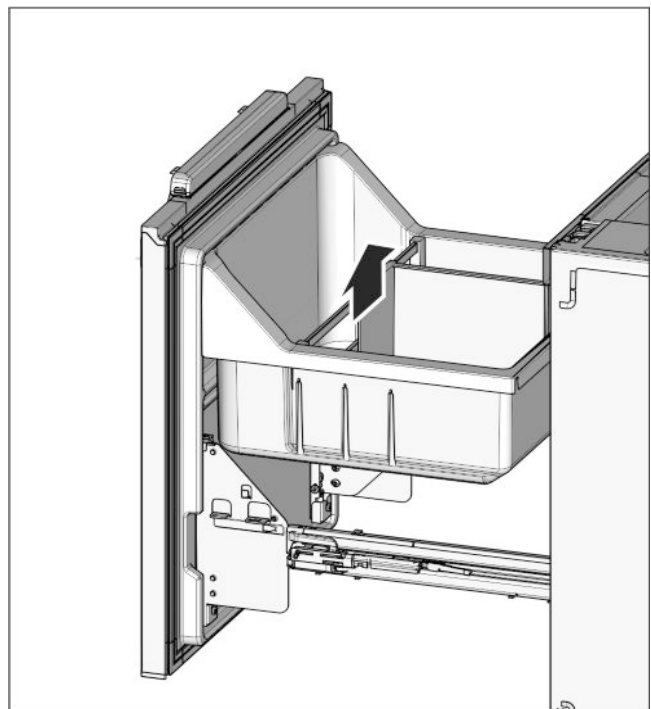

Fig. 24
- ▶ Flaschenabsteller Fig. 24 (32) und Gemüseschale Fig. 24 (31) wieder einsetzen.